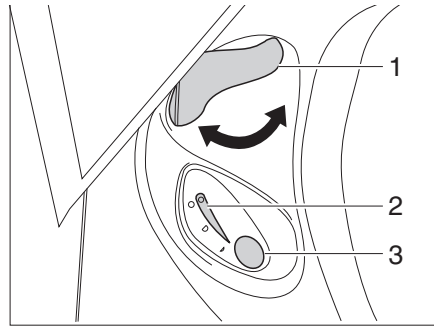

Fig. 353 Unidad de mando inodoro Thetford
- Antes del lavado, abrir la corredera del inodoro Thetford. Para ello, girar la palanca de corredera (Fig. 353,1) en sentido contrario a las agujas del reloj.
- Para lavar, pulsar el botón del inodoro azul (Fig. 353,3).
- Tras el lavado, cerrar la corredera. Para ello, girar la palanca de corredera (Fig. 353,1) en sentido de las agujas del reloj.
La luz de control (Fig. 353,2) se enciende cuando es necesario vaciar el cassette Thetford.
- Girar la palanca de corredera (Fig. 353,1) en sentido de las agujas del reloj. Se cierra la corredera. Para el vaciado debe estar cerrada la corredera en el inodoro Thetford.